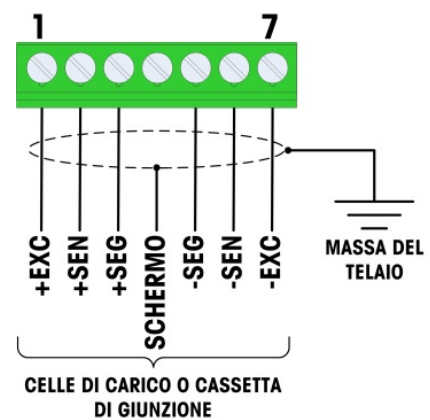

Figura 2-23: Terminazione cella di carico, Terra telaio
La Tabella 2-4 e la Figura 2-23 mostrano le assegnazioni dei collegamenti sulla morsettiera del terminale della cella di carico analogica. Si noti che, quando si utilizzano celle di carico a quattro fili, è necessario posizionare i ponticelli tra i terminali +Excitation (Alimentazione+) e +Sense (Rilevamento+) e tra i terminali -Excitation (Alimentazione-) e -Sense (Rilevamento-).
5. La ferrite fornita con il terminale va posizionata intorno ai fili del connettore della cella di carico, all'estremità del cavo. Collegare la linea del segnale al connettore del terminale in base alla definizione del segnale, il filo del sensore IND231 deve essere avvolto attorno a un anello magnetico una volta. Come mostrato nella figura seguente. Fare riferimento al codice dei colori della cella di carico da collegare e alla Figura 2-23.
7. Collegare i fili della cella di carico al connettore sulla scheda madre. Fare riferimento al codice dei colori della cella di carico da collegare e alla Figura 2-23. Collegare la linea del segnale al connettore del terminale in base alla definizione del segnale.